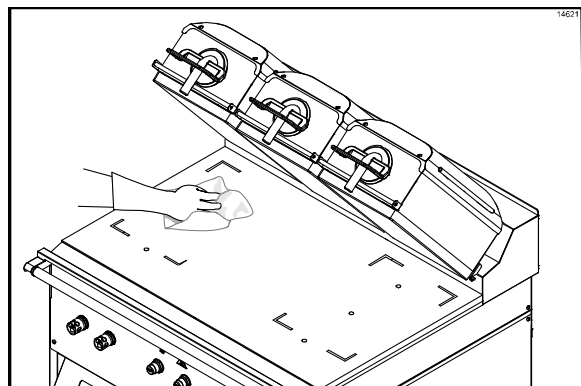

Figure 65
37. Rincer la surface inférieure du gril avec un chiffon gril propre et trempé dans de l'aseptisant (Cf. Figure 65).